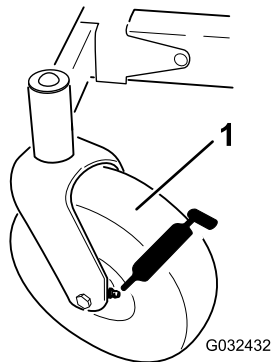

Figura 37
3. Curăai fittingurile lubrificate (Figura 37) cu o lavetă.
4. Conectai un pistol de lubrifiere la fiecare fitting (Figura 37).